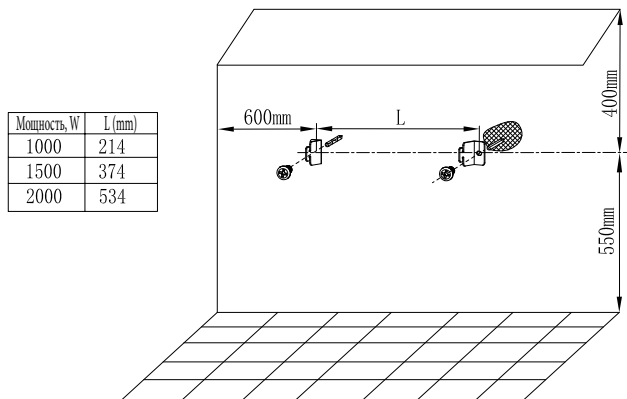

Рис. 5
4. В соответствии с расстояниями, указанными на рис. 5, отметьте на стене места размещения кронштейнов. Просверлите отверстия (диаметр сверла 6 мм), вставьте дюбели (не входят в комплект поставки), закрепите кронштейны на стене с помощью шурупов.